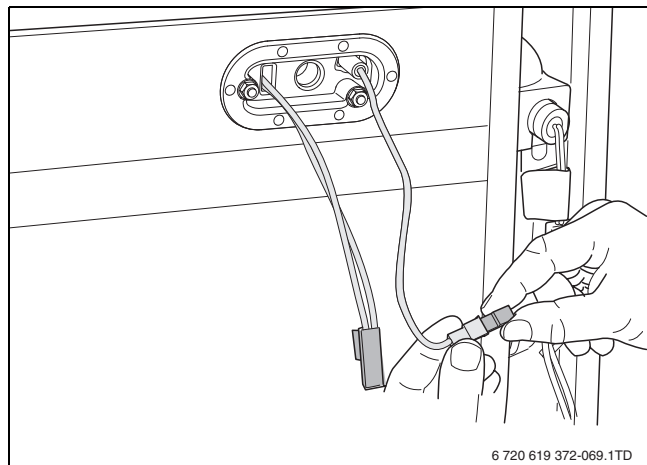

Fig. 75 Smontaggio degli elettrodi di ionizzazione dal giunto ad innesto
- Staccare il collegamento ad innesto del cavo del dispositivo di controllo (→ fig. 75).